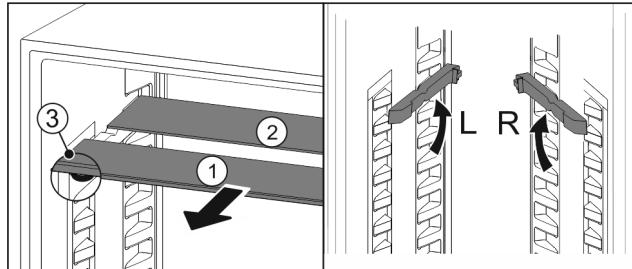

Fig. 84
- Glasplatten einzeln nach vorne herausziehen Fig. 84 (1).
- Glasplatte Fig. 84 (1) mit Zierleiste liegt vorne.
- Stopps Fig. 84 (3) zeigen nach unten.